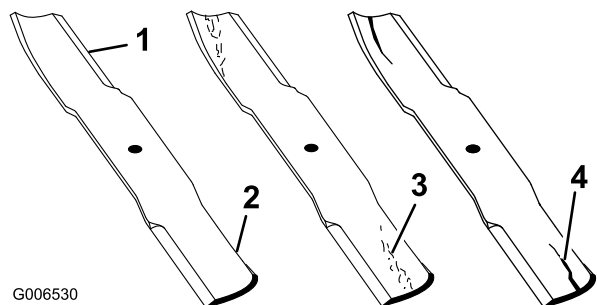

Figura 25
- Examine cuidadosamente los extremos de corte de la cuchilla, sobre todo en el punto de reunión entre la parte plana y la parte curva de la cuchilla (Figura 25).
Nota: Puesto que la arena y los materiales abrasivos pueden desgastar el metal que conecta las partes curva y plana de la cuchilla, compruebe la cuchilla antes de utilizar la máquina. Si observa desgaste (Figura 25), cambie la cuchilla; consulte Cómo retirar la cuchilla.
Si se permite que la cuchilla se desgaste, se formará una hendidura entre la vela y la parte plana de la cuchilla (Figura 25). Con el tiempo, una parte de la cuchilla podría desprenderse y salir lanzada desde debajo de la carcasa, posiblemente causando lesiones graves a usted o a otra persona.